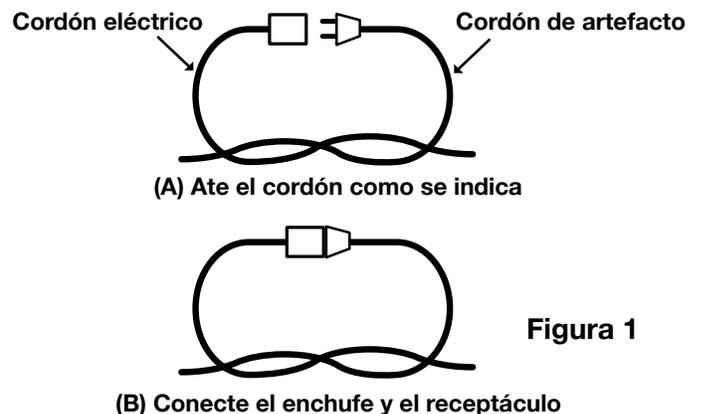

Figura 1
- i) Haga un nudo como se muestra en la Figura 1, ó